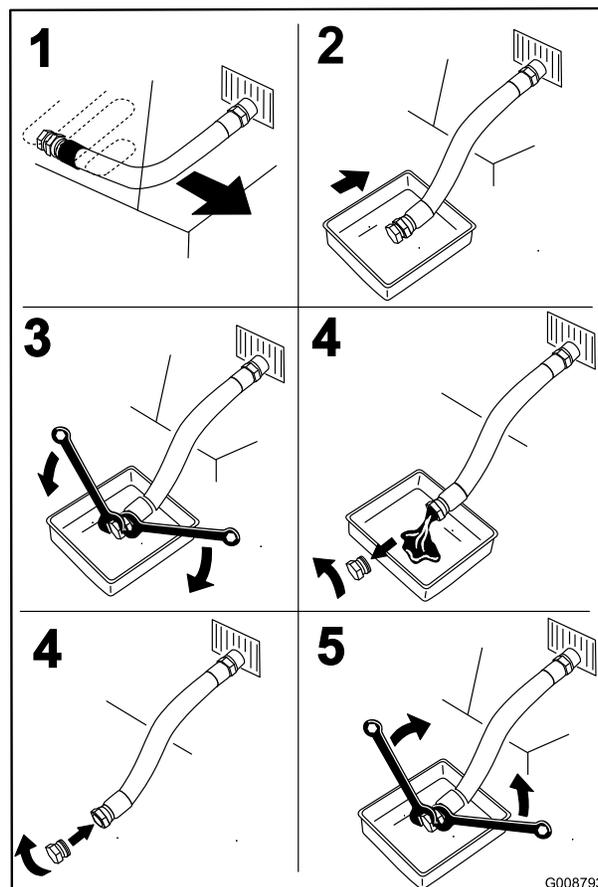

Figura 50
- Prima di scendere dal posto di guida dell'operatore, spegnete il motore, toglie la chiave di accensione e attendete che si fermino tutte le parti in movimento (Figura 50).